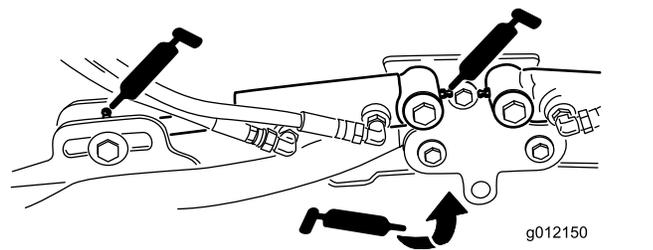

Figura 71
- Articulações do braço de elevação (1 cada) (Figura 71)
- Cilindros do braço de elevação da unidade de corte (2 cada) (Figura 71)